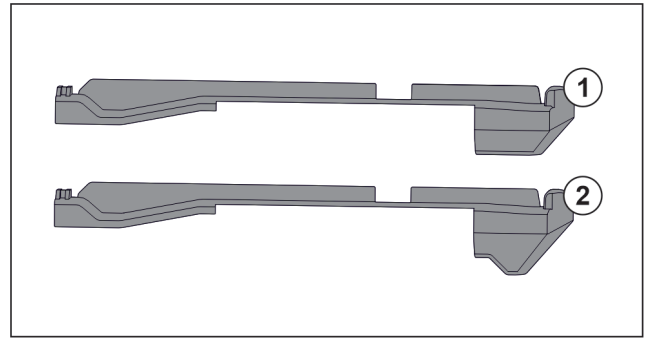

Fig. 147 Vergelijking van de insteekelementen
In het apparaat bevinden zich twee verschillende insteekelementen. Het insteekelement boven de onderste lade Fig. 147 (2) heeft een driehoekige rand. Alle overige insteekelementen Fig. 147 (1) hebben een rechte rand.
- ▶ Insteekelement Fig. 147 (2) met de driehoekige rand boven de onderste lade aanbrengen.
- ▶ Insteekelement Fig. 147 (1) met rechte rand op alle overige plekken aanbrengen.